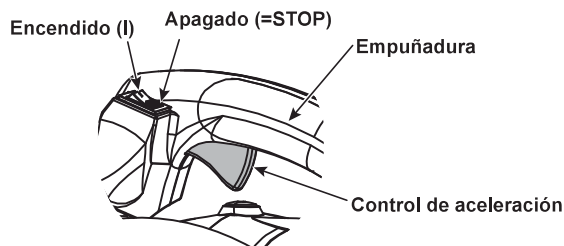

Fig. 9
Nota: No es necesario encender la herramienta. El interruptor de encendido/apagado está en la posición de encendido (I) en todo momento (Fig. 9).